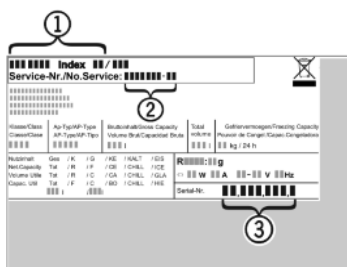

Fig. 14
- ▶ Apparaataanduiding Fig. 14 (1), servicenr. Fig. 14 (2) en serienr. Fig. 14 (3) van het typeplaatje aflezen. Het typeplaatje bevindt zich aan de linkerkant binnen in het apparaat.
- ▶ Contact opnemen met de Technische Dienst en het probleem, apparaataanduiding Fig. 14 (1), servicenr. Fig. 14 (2) en serienr. Fig. 14 (3) mededelen.